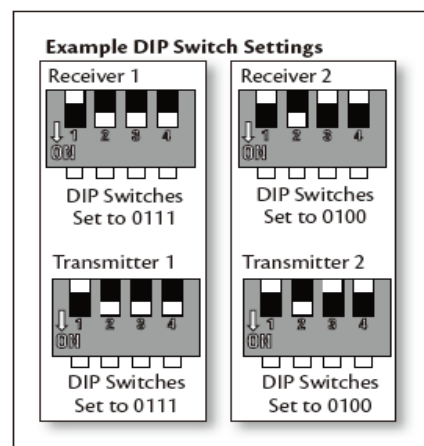

Abb. 12 DIP-Schalter des Empfängers
- Die Fernbedienung (Sender) und der Empfänger müssen so konfiguriert werden, dass die Kommunikation zwischen beiden Geräten gekoppelt ist. Dies wird erreicht, indem der DIP-Schalter am Empfänger und an der Fernbedienung auf die gleiche Einstellung gestellt wird. **(Abb. 12)**